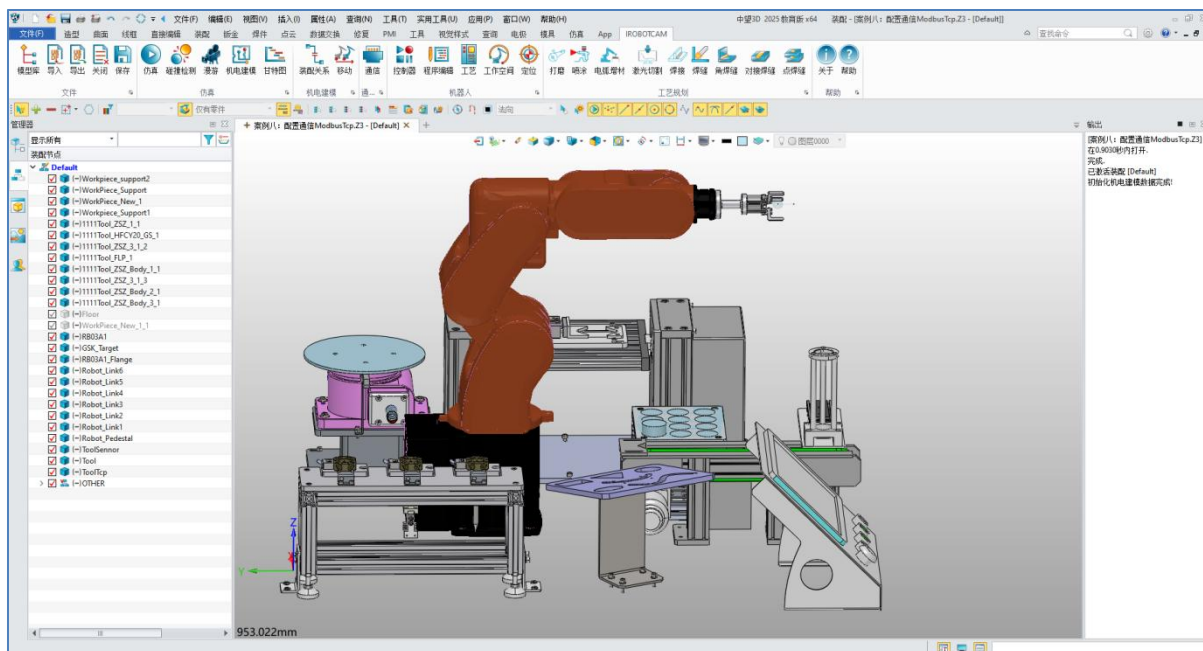

图 12-3: 组件详细信息
- 等待文件打开，打开完成后右侧输出框会提示初始化机电建模数据完成。(图 12-3)